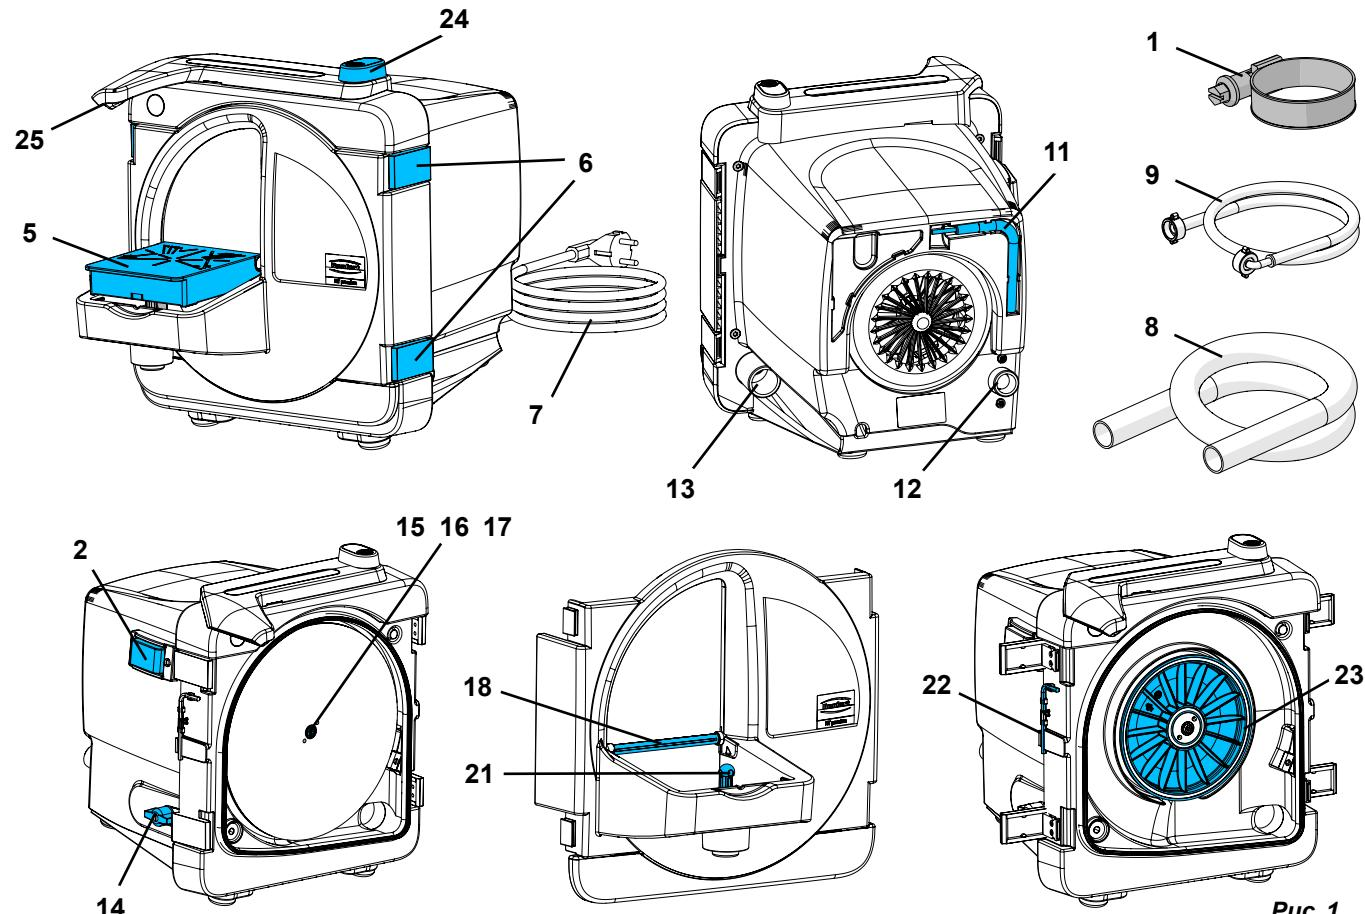

Рис. 1
- ⇒ Вставьте штепсельную вилку. (7, рис. 1).
Оборудование включается и выключается с помощью включателя / выключателя (2, рис. 1).